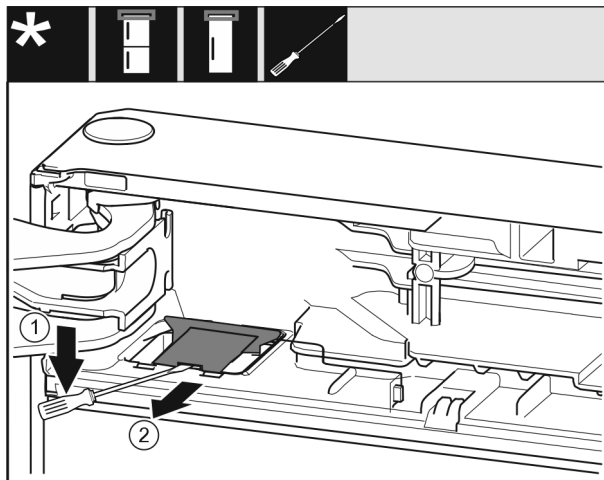

Fig. 9
- ▶ Cu o şurubelniţă plată deblocaţi şi ridicaţi apărătoarea. Fig. 9 (1)
- ▶ Extrageţi apărătoarea. Fig. 9 (2)